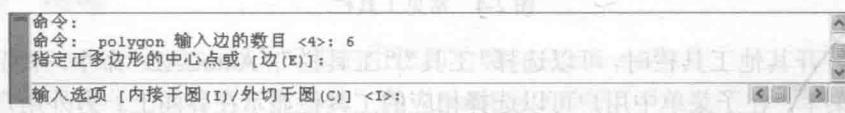

图 2-7 浮动“命令行提示区”
(7) 命令行提示区 默认情况下，命令行提示区在窗口的下方，由输入行和提示区组成，用于接受用户命令及显示各种提示信息（如图 2-7）。输入行输入命令，命令不区分大小写；提示区提示用户输入的命令以及相关信息，也显示通过菜单或工具栏执行命令的过程。